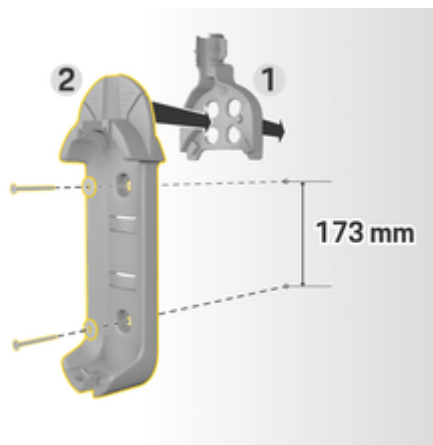

Fig. 13: Cotes de perçage
3. Pressez l'installation murale de base **2** (Fig. 13) dans le guide-câble **1** (Fig. 13) depuis l'avant.